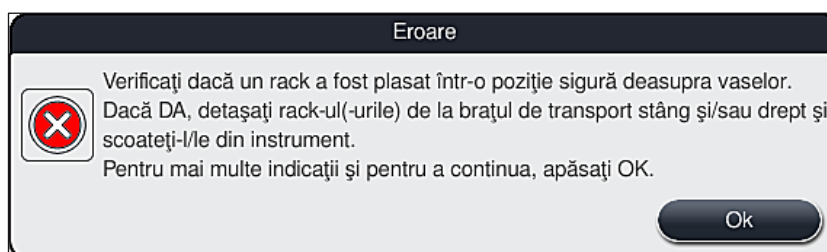
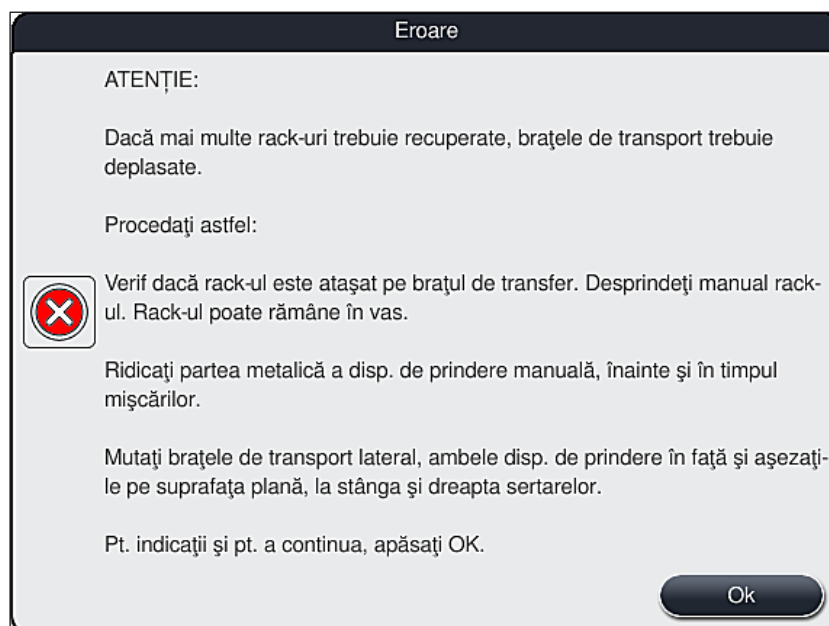

Fig. 106
Fig. 107
2. Ulterior, aceste mesaje îi determină pe utilizator să verifice (→ "Fig. 106") dacă instrumentul a plasat unul sau două stative într-o poziție sigură între două cuve de reactiv (→ "Fig. 102").
- După apăsarea butonului **OK** (→ "Fig. 106") se afișează un alt mesaj (→ "Fig. 107") care îi oferă utilizatorului instrucțiuni cu privire la procedura corectă de înlăturare a stativelor respective.